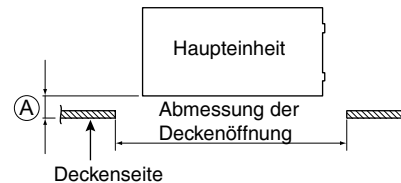

Abb. 9-16
- (1) Sicherstellen, dass die Deckenöffnung die folgenden Maße aufweist: 600 x 600 mm
- (2) Sicherstellen, dass die Inneneinheit bezüglich der Decke wie in der Abbildung gezeigt positioniert ist. Wenn die Positionen von Deckenverkleidung und Einheit nicht übereinstimmen, kann dies Luftundichtigkeit, Wasseraustritt, Klappen-Funktionsstörungen und andere Probleme zur Folge haben. (Abb. 9-16)